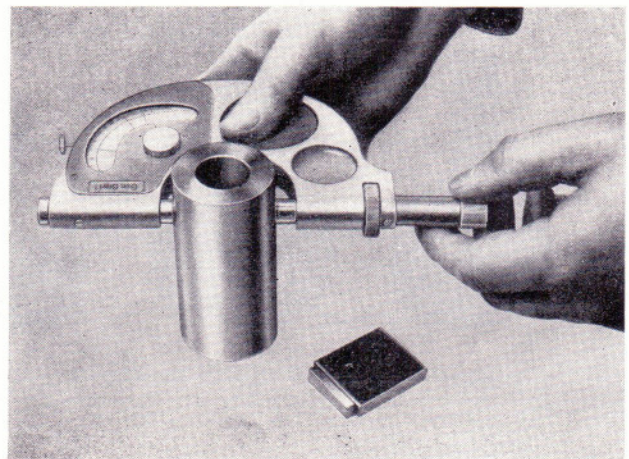

Bild 16
- Bauteil vermessen (Bild 16).